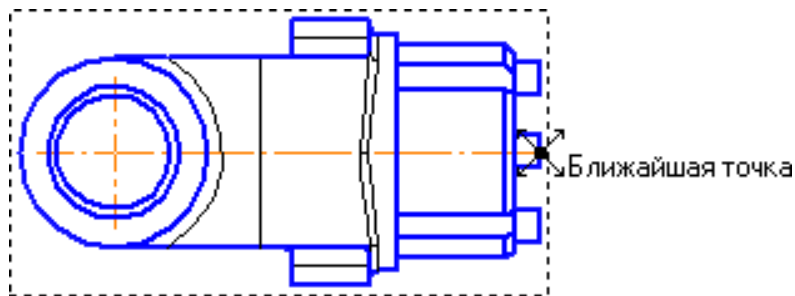

Рисунок 27.
- Не отпуская кнопку мыши, перетащите узелок вправо. Отпустите кнопку мыши (рис. 27).